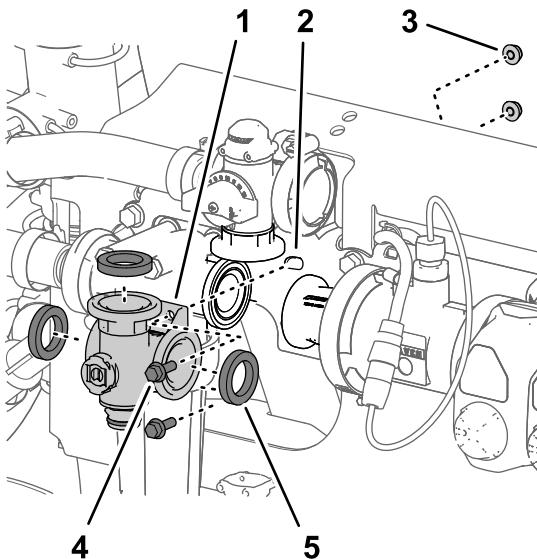
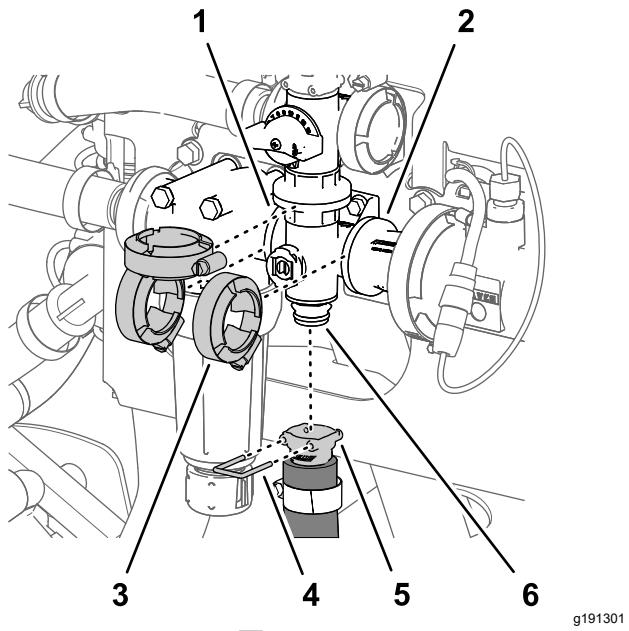

図 135
図 136
1. 攪拌バルブマニホールドのフランジ、ガスケット 3 枚、攪拌バイパスバルブのフランジ、圧力フィルタのヘッド、カップリングアダプタを整列させる図 135と図 136。
図 136 攪拌マニホールドバルブの取り外し \(ページ 82\)で外したフランジクランプ3個を使用する。
図 136。